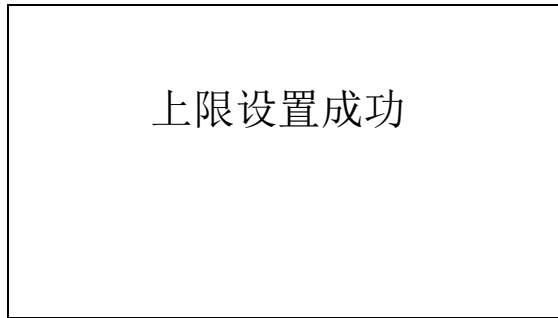

图 3-2
- C. 当设定上限位或者下限位按下确定键会闪烁显示“上限设置成功”或者“下限设置成功”，如图 3-2 所示。